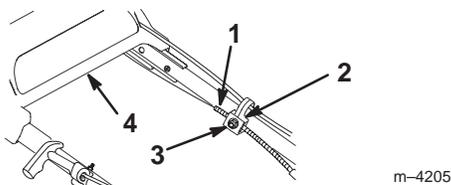

Bild 22
3. Lockern Sie die Mutter an der Zugstütze (Bild 22).
6. Bewegen Sie den Bowdenzugmantel zurück in Richtung des Rasenmähers, um das Spiel aus dem Zug zu beseitigen (Bild 22).
7. Lockern Sie das Antriebsteil, während Sie den Bowdenzugmantel nach unten halten und ziehen die Mutter an der Zugstütze fest (Bild 22).